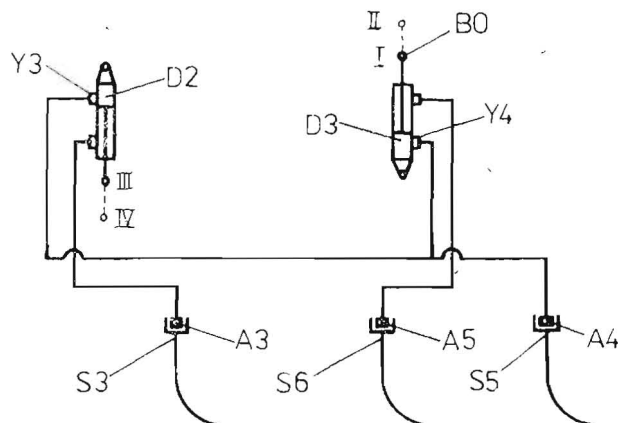

Bild 6/5
- Schlauchleitung S 3 (Hassel vor) mit dem zugehörigen Anschluß A 3; Schlauchleitung S 5 (Hassel zurück) mit dem Anschluß A 4 (Blindleitung); Schlauchleitung S 6 (Hasseldrehzahl) mit dem Anschluß A 5 (Hassel zurück) verbinden (Bild 6/5) (siehe dazu auch Abschnitt 4.4. unter I).